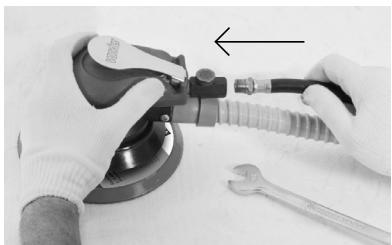

Fig. 6 – Montaje de la alimentación de aire en la lijadora
- Conecte la manguera de aire en la herramienta. Utilice presión de 90 lbf/pulg2 - 6,33 kgf/cm2 (Fig. 6);